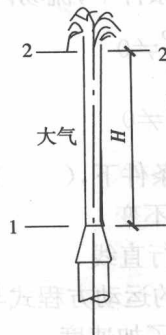

图 10-9
15. 如图 10-9 所示为高压喷嘴, 喷嘴出口断面 1-1 的平均流速为  $10\text{m/s}$ , 喷至 2-2 断面的平均流速减少为  $1\text{m/s}$ , 不计水头损失, 则喷射高度  $H$  为( )m。